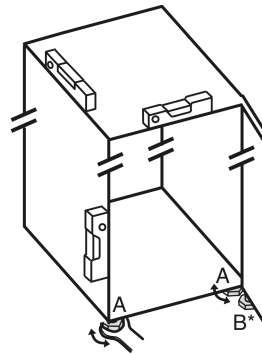

Fig. 4
- ▶ Skru ut de justerbare føttene Fig. 4 (A) ved hjelp av den medfølgende fastnøkkelen og et vater til apparatet er godt justert og i vater.
- ▶ Skru ut den justerbare foten Fig. 4 (B) på lagerbukken ved hjelp av den medfølgende fastnøkkelen til den hviler på gulvet.
- ▶ Skru den justerbare foten Fig. 4 (B) ytterligere 90°.